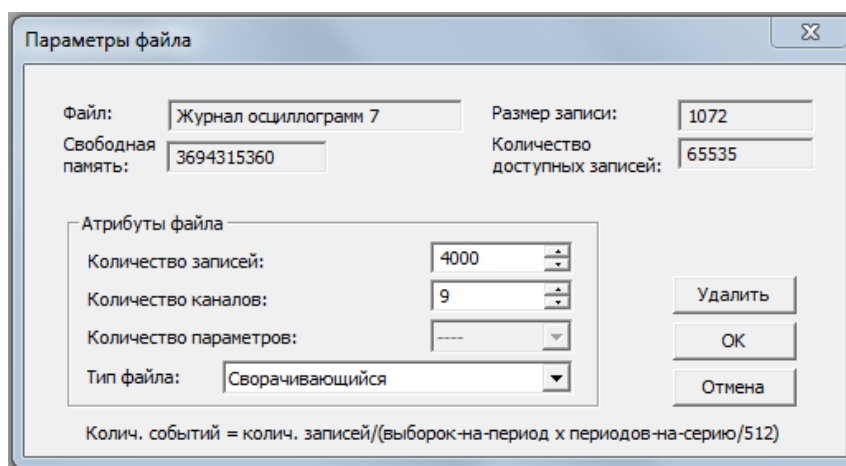

Рисунок 106 – Окно настроек «Параметры файла»
2. Дважды щёлкните левой кнопкой мыши на строке с желаемым номером файла журнала осциллограмм. Дальнейшие настройки выполняются в открывшемся окне настроек «Параметры файла» (рисунок 106).